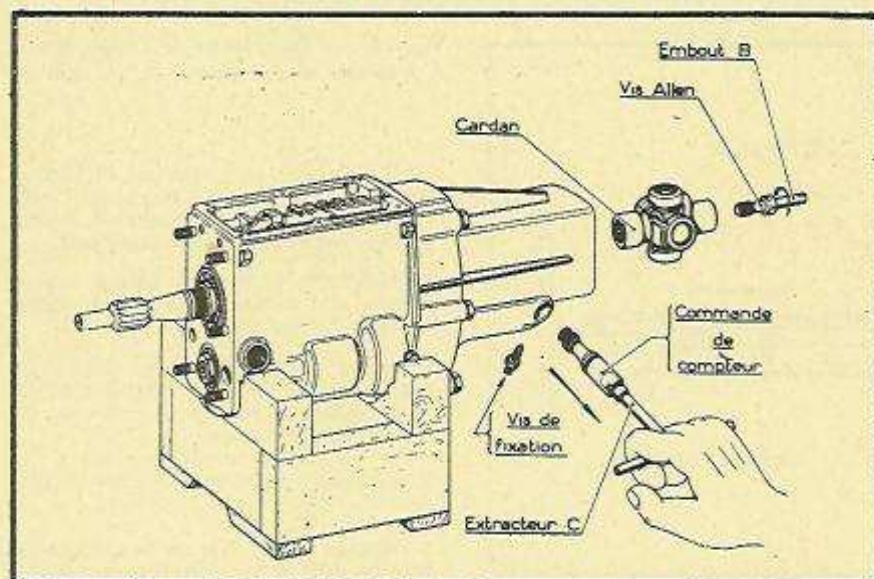

Fig. 69. — Dépose du cardan et de la commande de compteur.
- Dévisser la vis de fixation de la douille de compteur (fig. 69).